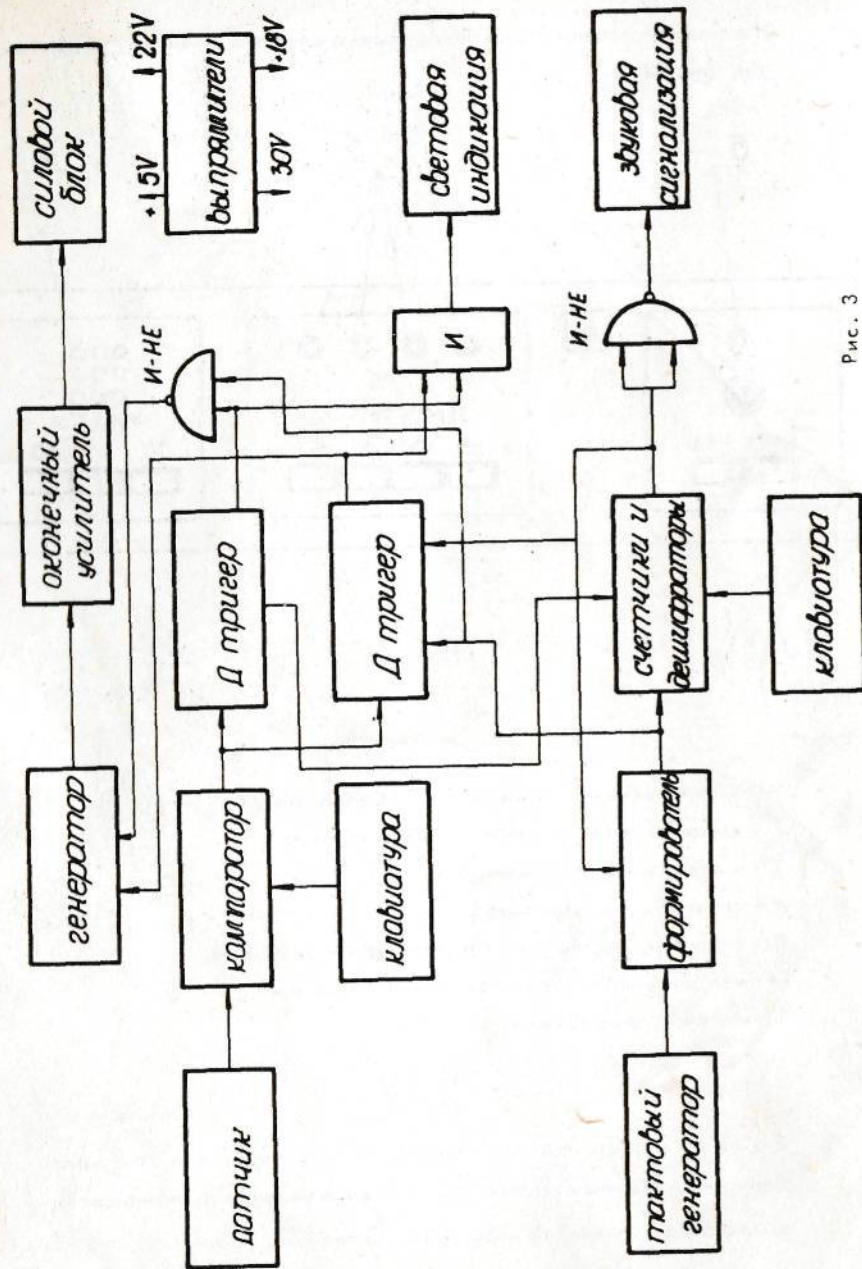

Рис. 3
4.2. Схема электронного блока управления стерилизаторов воздушных содержит следующие блоки (рис. 3): выпрямители, стабилизаторы, компаратор, генератор, триггеры, оконечный усилитель, тиристор-